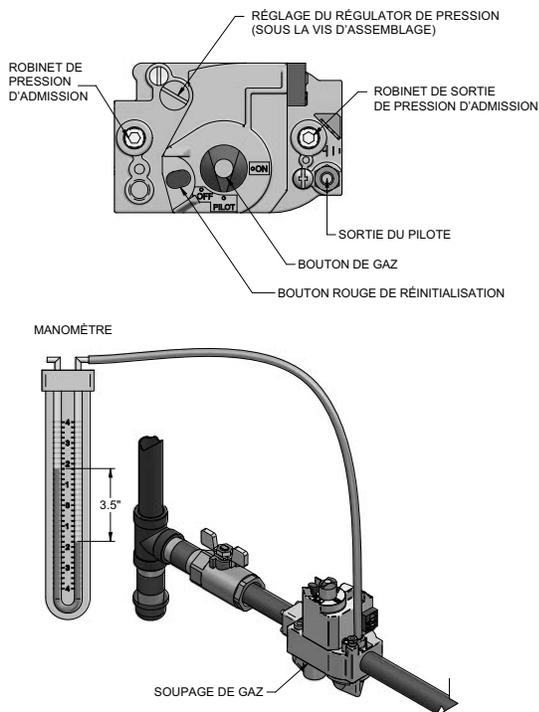

Figure 3 - 3_Réglage de la pression d'admission
- Retirez le capuchon hexagonal de 0,3 Cm (1/8 po) situé du côté de la sortie de la soupape de gaz et installez un raccord adapté pour brancher un manomètre ou un manomètre différentiel. Voir FIG. 3 - 3. La plage minimum d'échelle devrait être de 5 po maximum de colonne d'eau pour les modèles au gaz naturel et de 10 po pour les modèles au GPL.